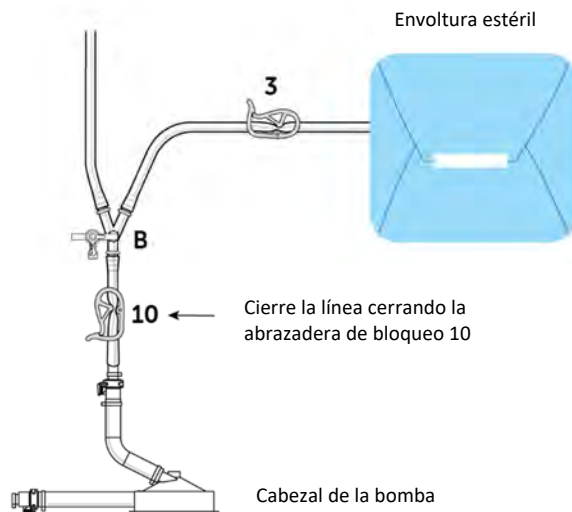

Figura 14
- (a) Cierre la abrazadera previa a la bomba (10), abra la abrazadera de la línea de catéter de globo doble (3), abra la línea de solución salina (abrazadera 1 o 2) y la válvula de cierre «B», para permitir que la solución salina isotónica heparinizada cebe la línea solamente hasta la abrazadera 3; véase la figura 14. Una vez que la línea de la válvula de cierre esté cebada y la línea de catéter de globo doble esté cebada hasta la abrazadera 3, cierre la abrazadera 3 y la válvula de cierre. **No permita que un exceso de solución salina isotónica heparinizada llene la envoltura estéril.**